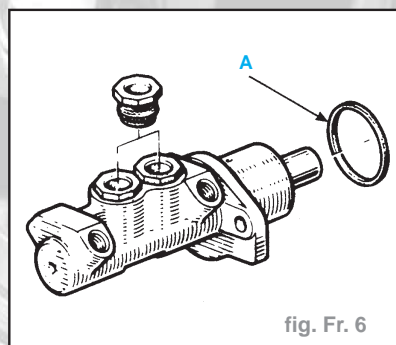

fig. Fr. 6
**Nota :** Ces véhicules sont équipés de maître cylindre intégré au servo-frein. L'étanchéité du servo-frein est directement liée au maître-cylindre. Lors d'une intervention, il est nécessaire de mettre un joint (A) neuf (fig. Fr. 6).
- Lors d'un contrôle d'étanchéité du servo-frein, s'assurer d'une parfaite étanchéité entre celui-ci et le maître cylindre. En cas de fuite à ce niveau, remplacer le joint (A) (fig. Fr. 6).